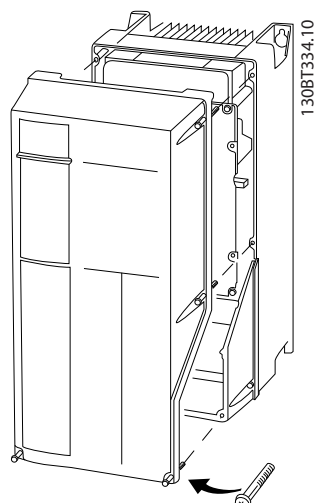

Bild 2.15 Åtkomst till styrkablar för A4-, A5-, B1-, B2-, C1- och C2-kapslingar
- Eller ta bort frontplåten genom att lossa fästskruvarna. Se Bild 2.15.